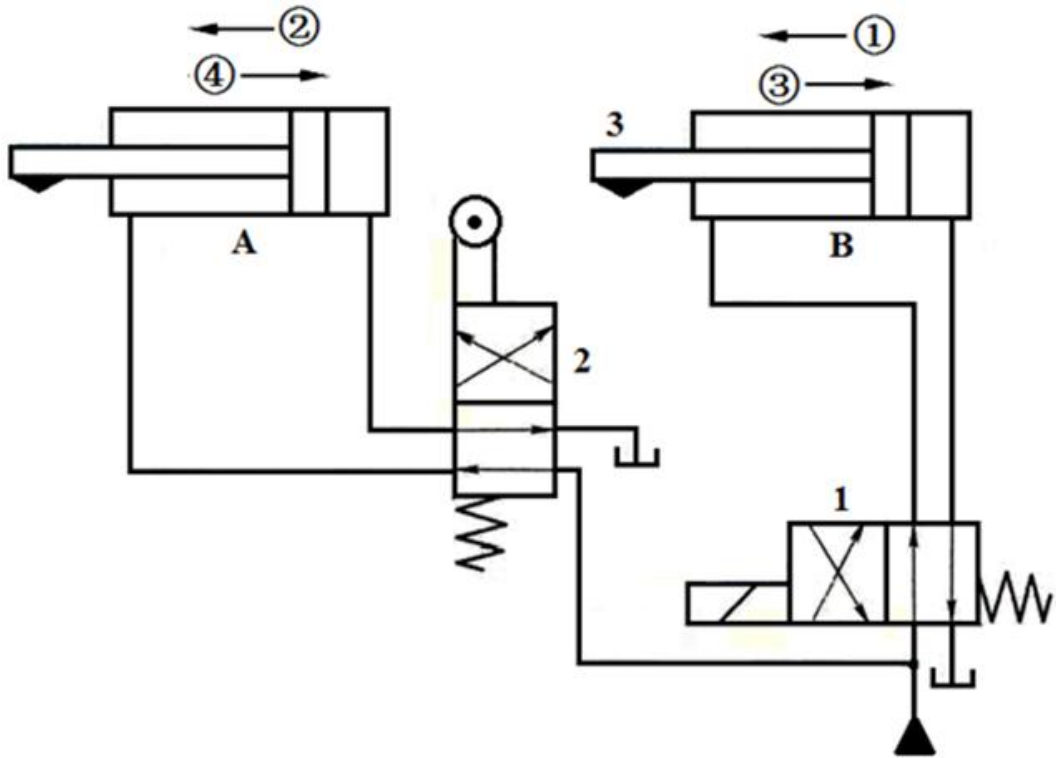

图 6-39 行程阀控制的顺序动作回路
**行程阀：** 挡块触发行程阀切换油路（图 6-39 演示）。